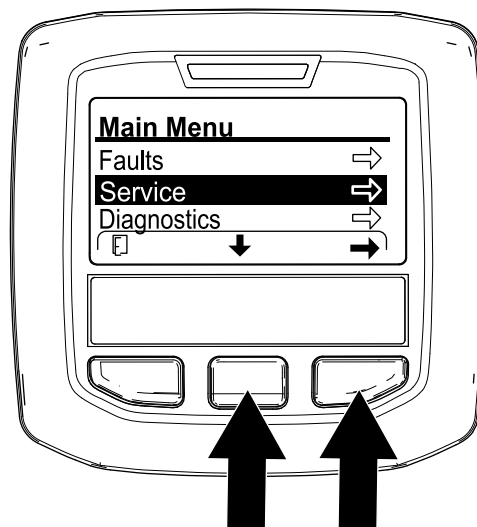

Figura 177
4. All'interno dell'InfoCenter, raggiungete il MENU PRINCIPALE (Figura 177).